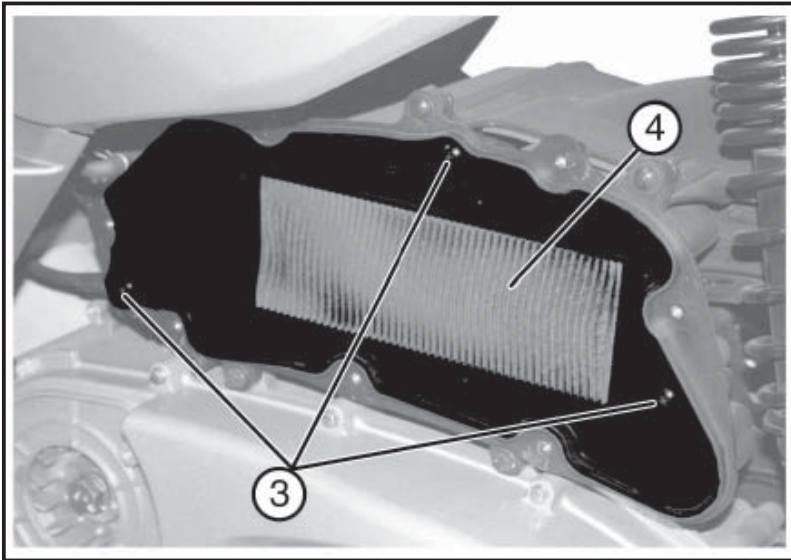

Abb. 01
- Die drei Schrauben «3 - Abb. 01» lösen.
- Das Filterelement «4 - Abb. 01» entfernen.